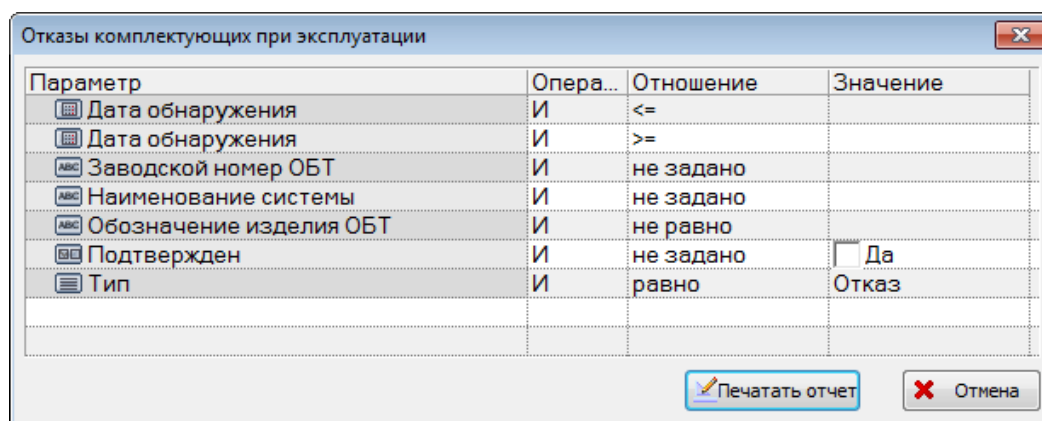

Рис. 26-76 – Окно с параметрами запроса
3) Открывается окно с параметрами запроса для выбранного отчета рис. 26-76. При необходимости выбрать значения в поле «Отношение» и ввести данные в поле «Значение», которые сохраняются до следующего сеанса работы пользователя с параметрами данного запроса. В случае если в запросе не заданы даты обнаружения неисправностей, формирование отчета выполняется по всем неисправностям, имеющимся в базе данных.